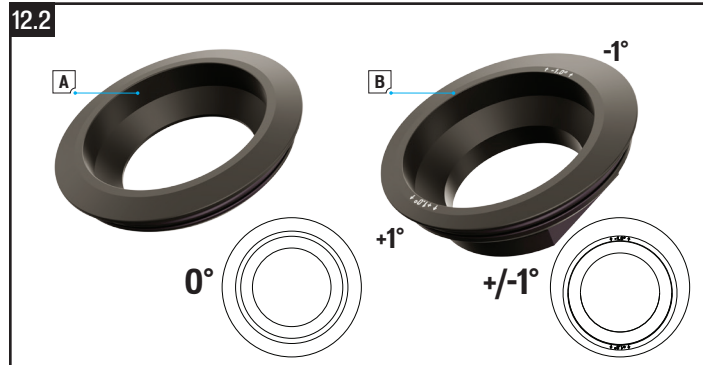

Fig. 12.2
- Allentare le viti che fissano l'attacco manubrio al cannotto della forcella (A).
- Allentare e rimuovere la vite del terminale superiore (B).
- Rimuovere l'attacco manubrio (C) dal cannotto sterzo della forcella (D) e rimuovere la forcella dal telaio (E).
- Scegliere il tappo serie sterzo e installarlo nella posizione (Fig. 12.2) desiderata.